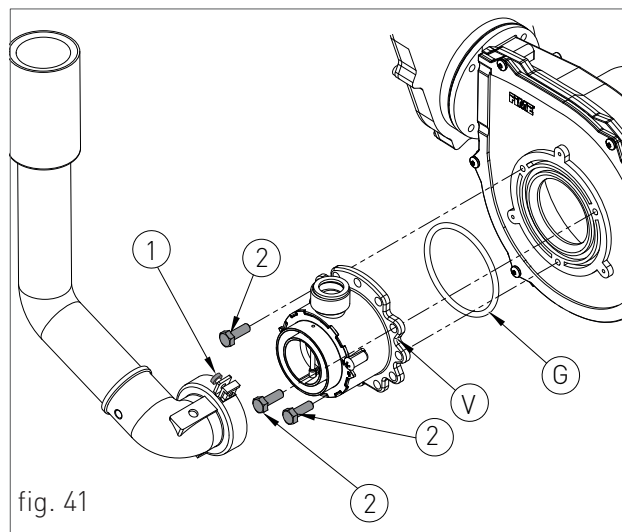
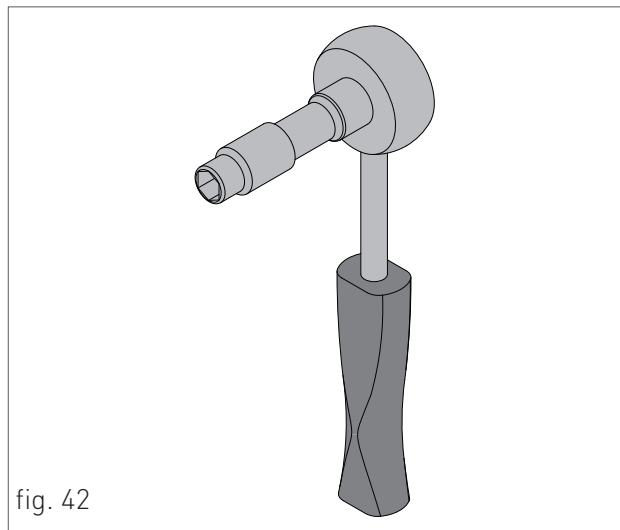

fig. 41
fig. 42
- › Desserrer les deux vis '1' (fig. 41) du collier de fixation et retirer le tuyau d'aspiration de l'air ;
- › Dévisser les trois vis de fixation '2' (fig.41) du venturi 'V' (fig.41) à l'aide d'une clé de 10 comme indiqué à la figure 42 ;
- › Remonter les composants en suivant les opérations de démontage dans le sens inverse en veillant à ce que le joint 'G' soit remonté comme indiqué à la fig.41 ;